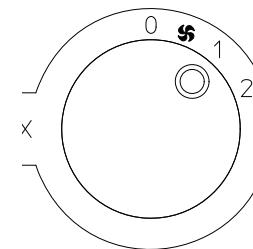

fig. 4
- Zur Aktivierung der Funktion MINDESTLEISTUNG drehen Sie den Knopf "B" (Abb. 1) so, dass der Bezug "I" mit dem Symbol "I" auf der Bedienkonsole (Abb. 4) zentriert ist.